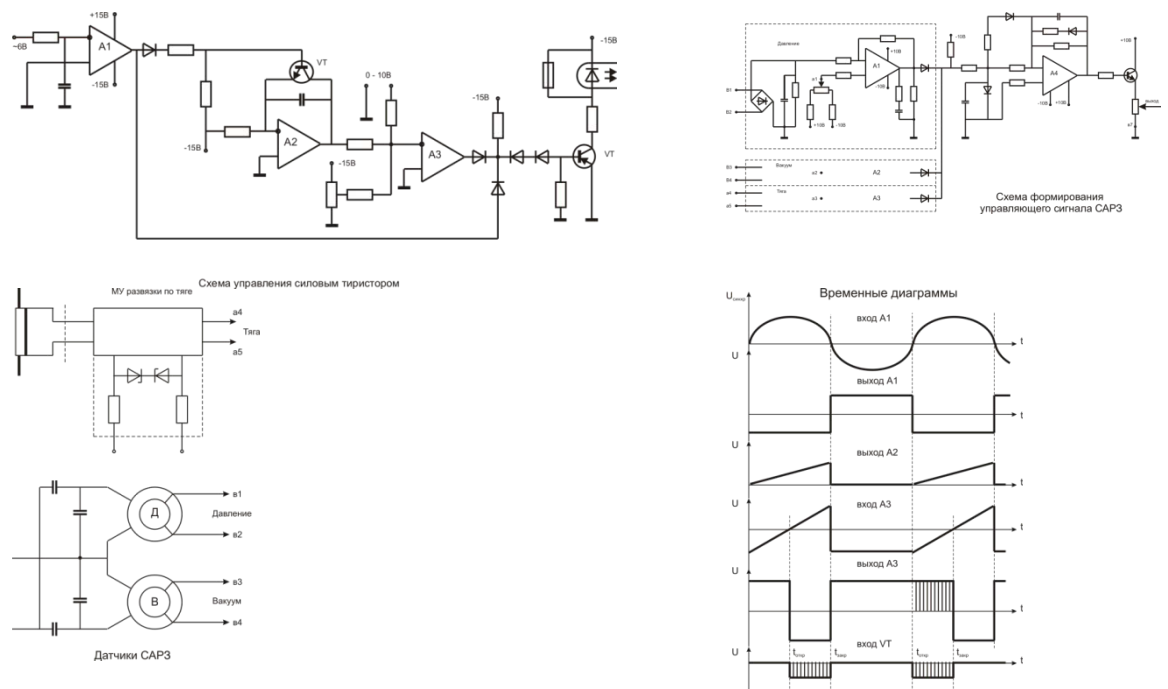

Рис. 3
3. Назвать элементы и назначение в функциональной и электрической схемах САРЗ, особенности работы данных элементов (рис.3).